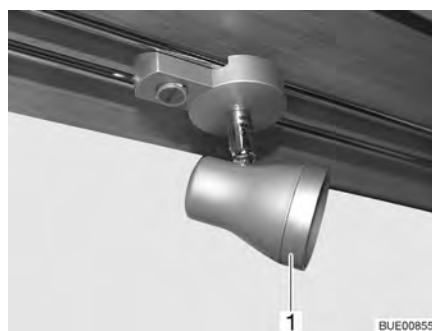

Bild 205 Halogenspotlight (förskjutningsbar)
- Vrid den yttre ringen (Bild 205,1) moturs tills den lossnar från kåpan.